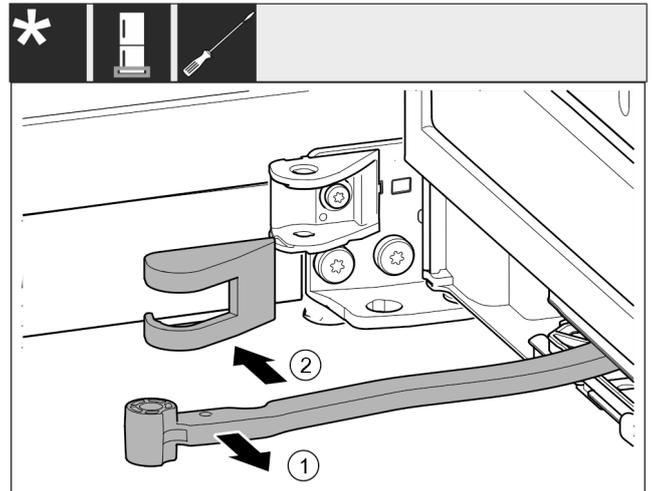

Fig. 16
- ▶ Okrenite zglob u smjeru vrata. Fig. 16 (1)
- ▶ Skinite pokrov podloška ležaja. Fig. 16 (2)